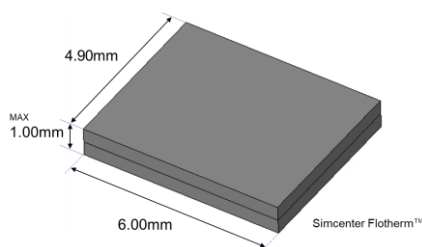

Figure 9. 2 抵抗モデル参考例
4. 1.で入手したアプリケーションノート内の2抵抗モデル(Figure 9)を参考に、Figure 10 のよう「形状」タブから寸法を入力してモデル化を行います。このとき上面層厚さと底面層厚さは、Z 方向厚さの半分の値をそれぞれ入力します。